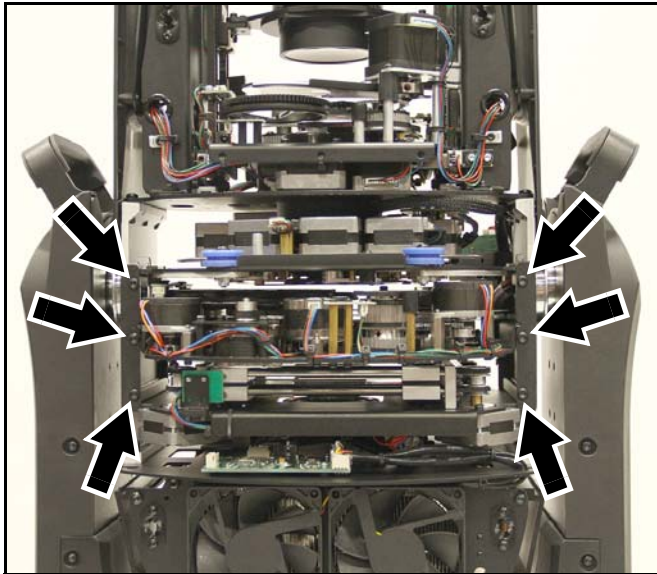

Bild 13: Entfernen der Halteleisten des Effektmoduls
5. Siehe Bild 13. Drehen Sie den Kopf um 180°, sodass Sie auf die Oberseite des Kopfes schauen. Entfernen Sie die sechs Schrauben (markiert durch Pfeil) von den Halteplatten des Effektmoduls und bewahren Sie die Platten und Schrauben zur Wiederverwendung auf. Die Halteleisten, die Sie an der Oberseite des Moduls entfernen müssen, sind mit „Service“ markiert, um Verwechslung mit den identischen Halteleisten an der Unterseite des Moduls zu vermeiden.